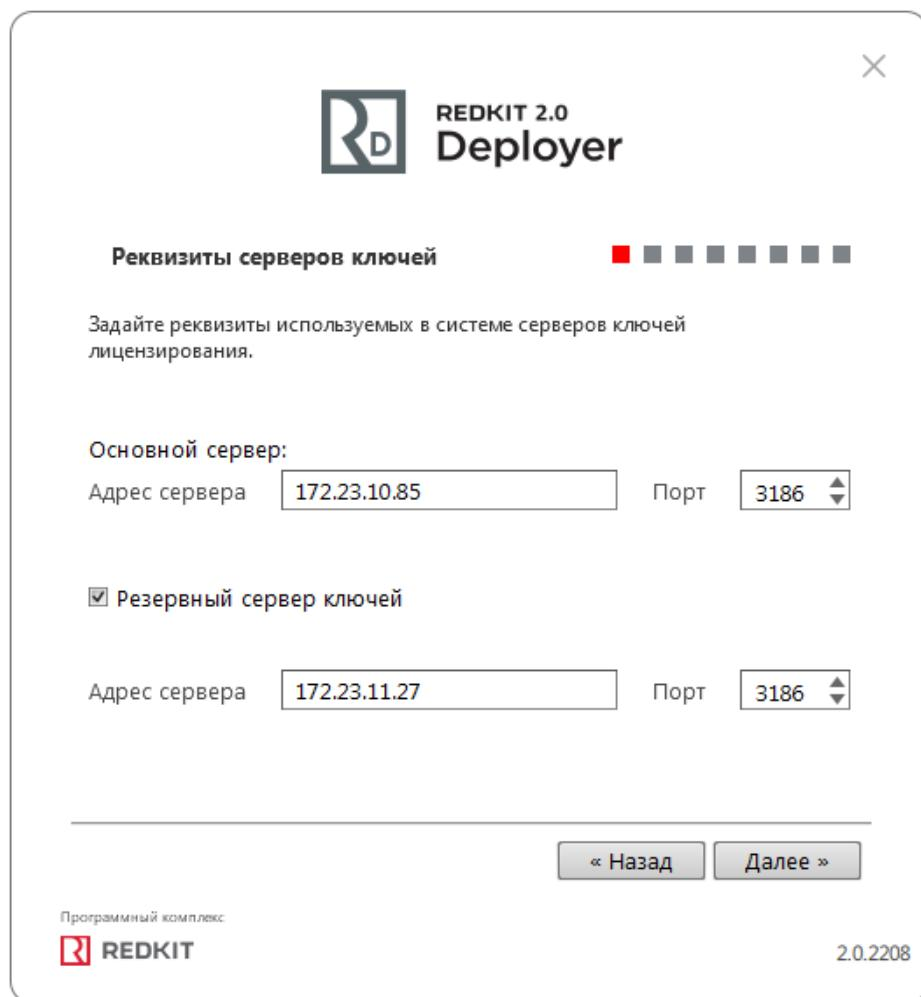

Рисунок 12 - Реквизиты серверов ключей
4. Укажите реквизиты основного и резервного серверов ключей. Порт оставьте по умолчанию. Нажмите Далее (Рисунок 12).